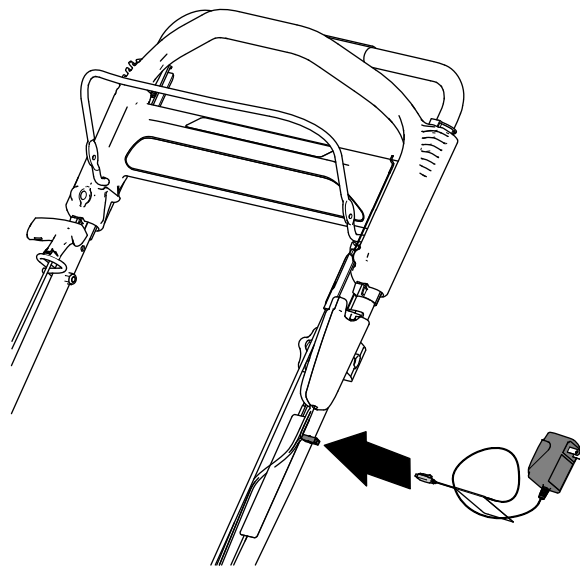

Figure 31
1. Branchez le chargeur au faisceau de câblage situé sous le bouton de démarrage électrique (Figure 31).